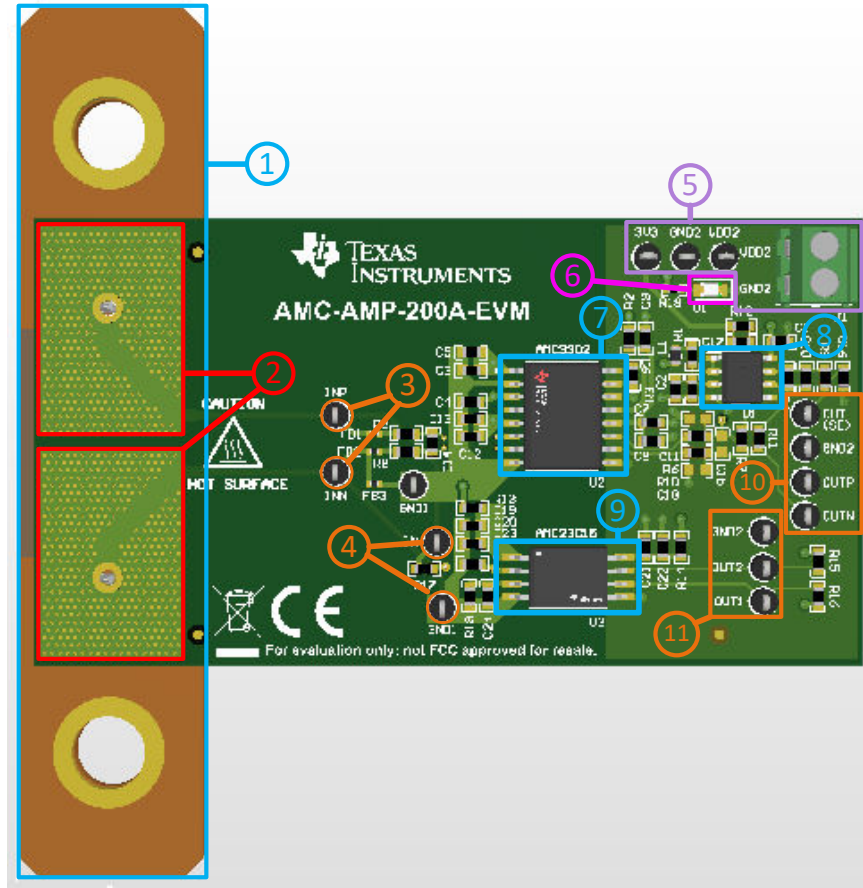
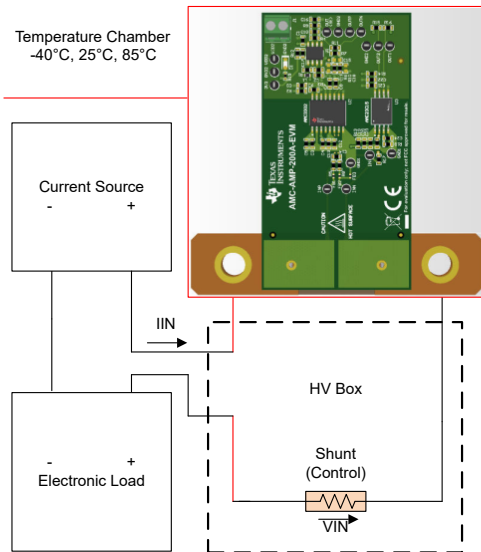
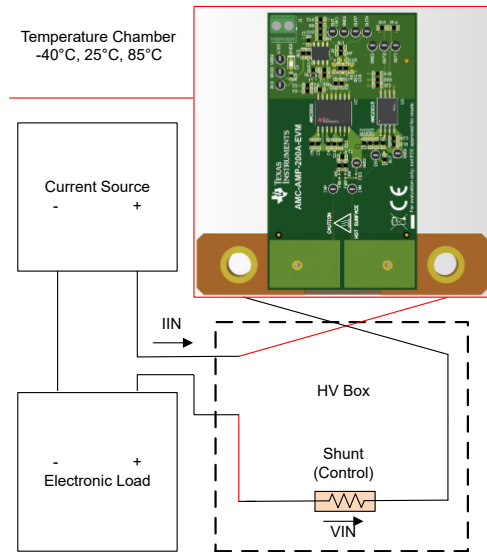

图 2-1. AMC-AMP-200A-EVM 硬件标签
图 3-1. 正电流设备设置
图 3-2. 负电流设备设置
- 将 DMM 连接到以下测试点。有关测试程序设置和连接映射，请参阅 图 3-1、图 3-2 和 图 2-1。
- AMC3302 单端输出，OUT(SE) 和 GND： $V_{OUT\_SE}$